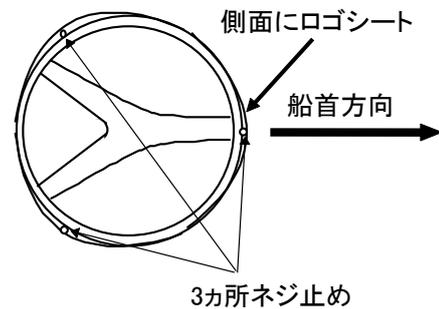
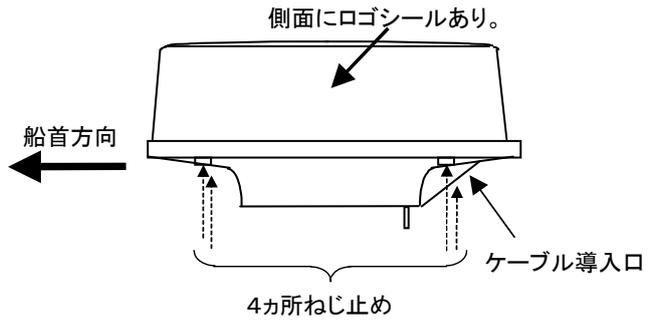

図3.7.1 カバーの取り付け(2 kWレドーム)
図 3.7.2 カバーの取り付け(4 kW レドーム)
- ⑤ ケーブル固定用の押え板とゴムリングを取り外し、導入口よりケーブルを通し、ゴムリングをアンテナケーブルの両側からはめ込み、押え板を通して、アンテナにネジ止めします。ケーブルについている7ピンコネクタを、プリント板のX1に接続してください。
- ⑥ シールドカバーを取り付けてください。このとき、シールドカバーを用いて、ケーブルのシールドを溝に取り付けてください。ただし、本体とカバーでケーブルを挟まないよう、十分に注意してください。
- ⑦ レドーム上部を取り付けてください。外すときと同様に、輻射器に当たらないように注意してください。カバーの向きは、図3.7.1のように、方向を間違えないよう取り付けてください。レドームの上部と下部それぞれに、ネジ位置を示す印が3ヶ所あります。レドームを取り付けるときは、上下の位置をこれらの印に合わせて取り付けてください。
- ① 電源が切れていることを確認してください。
- ② アンテナケーブルを、指示機背面の「SCANNER」と書いてあるレセプタクルに、取り付けてください。
- ③ アンテナのレドーム上部を外してください。内部の輻射器に当たらないよう、真上に外してください。(止めネジ4本)
- ④ 輻射器を止めているテープを、はがしてください。
- ⑤ 船尾側のシールドカバーを外してください。(止めネジ4本)
- ⑥ ケーブル固定用の押え板とゴムリングを取り外し、導入口からケーブルを通し、ゴムリングをアンテナケーブルの両側からはめ込み、押え板を通して、アンテナにネジ止めします。
- ⑦ ケーブルについている7ピンコネクタをプリント板のX11に、また9ピンコネクタをX12にそれぞれ接続してください。
⑧ シールドカバーを取り付けてください。このとき、シールドカバーを用いて、ケーブルのシールドを溝に取り付けてください。ただし、本体とカバーでケーブルを挟まないよう、十分に注意してください。
⑨ レドーム上部を取り付けてください。外すときと同様に、輻射器に当たらないように注意してください。カバーの向きは、図3.7.2のように、方向を間違えないよう取り付けてください。レドームの上部と下部にそれぞれ、ネジ位置を示す印が4ヶ所あります。レドームを取り付けるときは、上下の位置をこれらの印に合わせて取り付けてください。